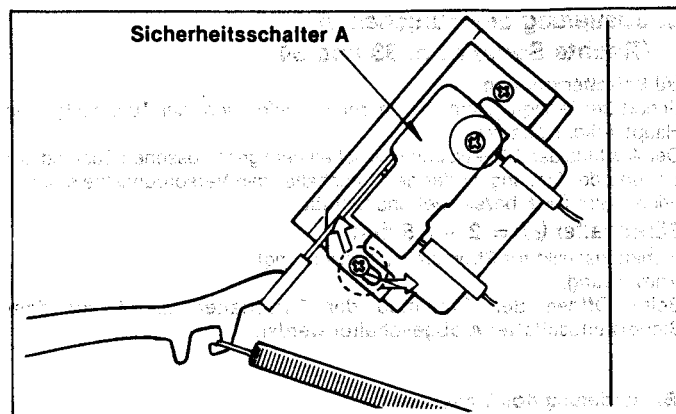

Abb. 29
1. Justierung von Sicherheitsschalter A (Rechte Seite) Abb. 29 und 30
2 Befestigungsschrauben lösen, mit denen der Montagewinkel von Sicherheitsschalter A am Garraum-Montagewinkel angebracht ist. Nun den Sicherheitsschalter A einschließlich Winkel in Pfeilrichtung gemäß Abb. 29 und 30 verschieben.